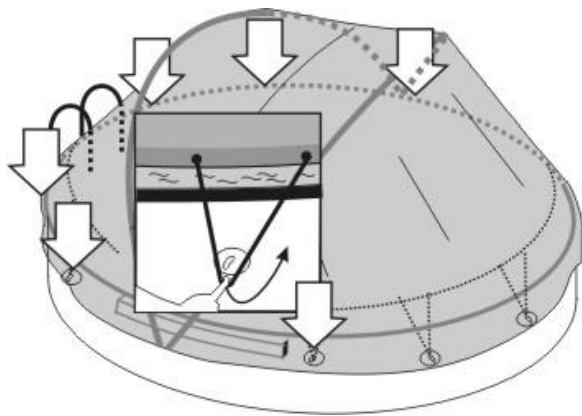

Abb. 10.1
- Die Gummiseile (8) auf der ganzen Hälfte der Einstiegsseite und noch im Bereich des „C“ Profil lösen. (Abb. 10.1)